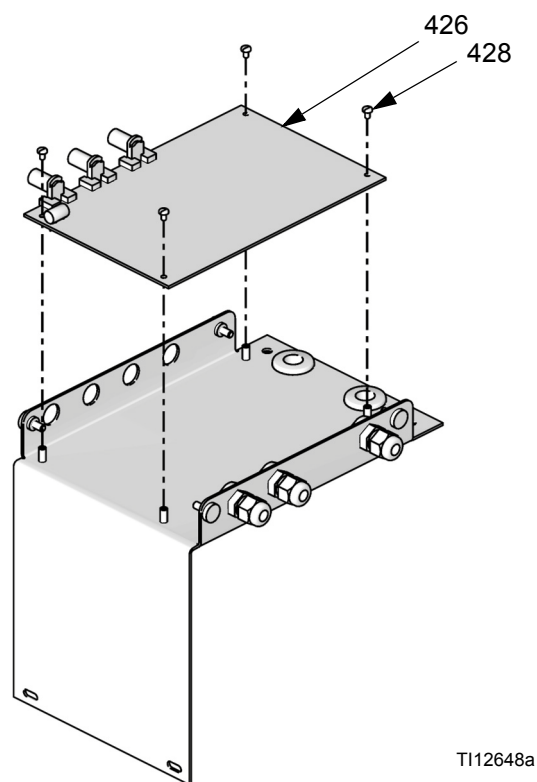

FIG. 28: Ta bort styrkortet
4. Skruva av 4 skruvar (428). Ta bort styrkortet (426). FIG. 28.